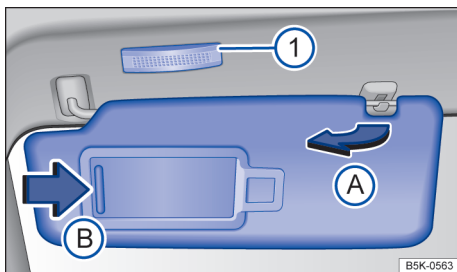

Fig. 99 No revestimento interno da parte dianteira do teto: para-sol.
- Podem ser extraídos do suporte e girados até as portas → Fig. 99 **A**.
Ao deslocar a tampa → Fig. 99 **B**, é acesa a luz → Fig. 99 **1**.